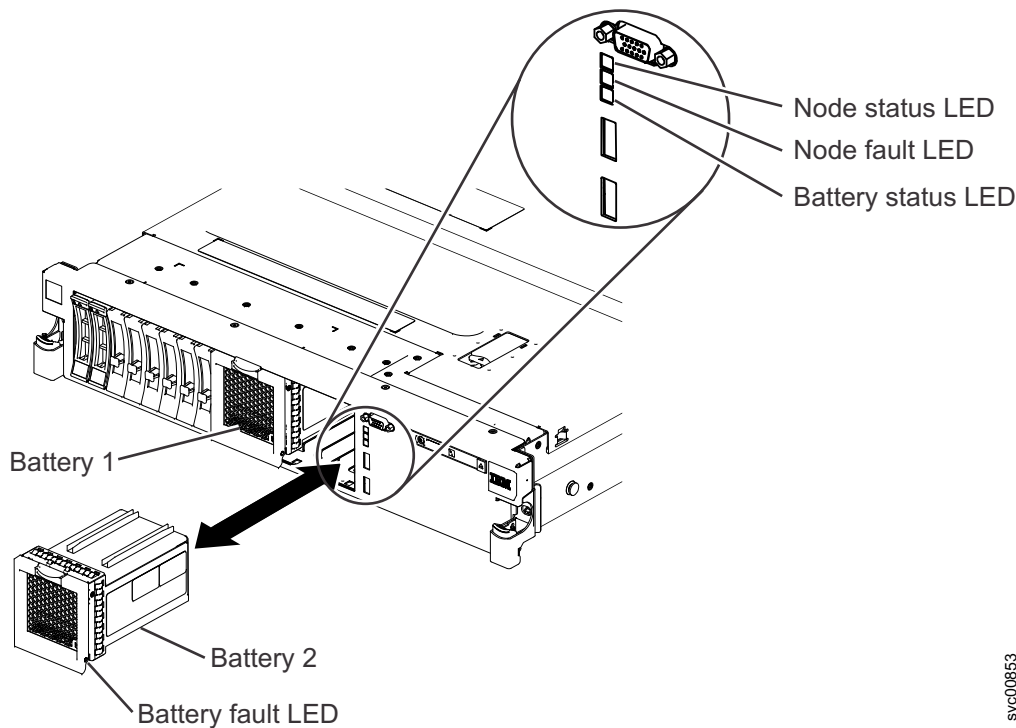

Figura 126. Substituindo a bateria do nó do SAN Volume Controller 2145-DH8
3. Alinhe o conjunto de baterias com os trilhos da guia do slot de bateria, como mostrado na Figura 126 na página 150.